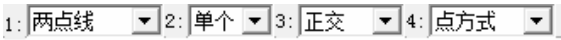

图 4-82 设置立即菜单
2) 选择下拉菜单“绘图”→“直线”命令，或者单击“绘图工具”工具栏上的“直线”按钮，设置立即菜单选项为“单个”和“正交”，如图 4-82 所示。